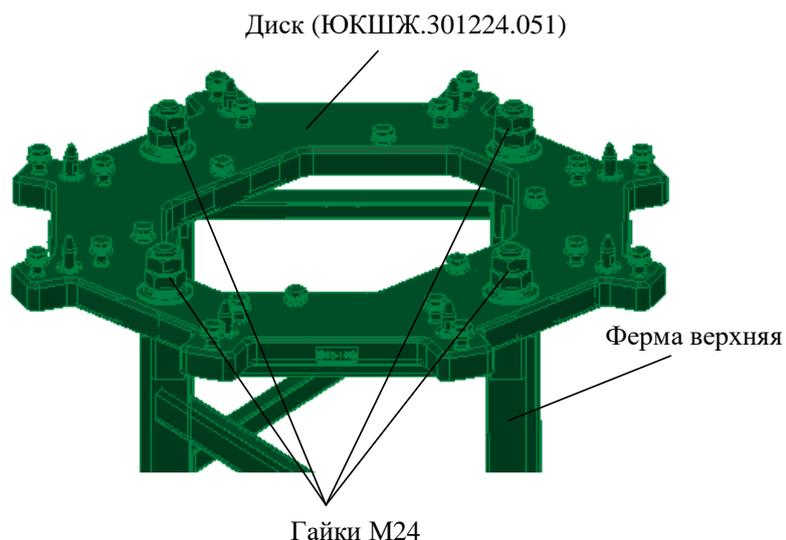

Рис. 8.7. Крепление диска (ЮКШЖ.301224.051) на верхнюю ферму
- устанавливается диск (ЮКШЖ.301224.051) (рис. 8.7) на верхнюю ферму. Шильдик на боковой поверхности диска с надписью «2-1» должен быть расположен со стороны проема каркаса подъемника мачты 1Л81-1, предназначенного для подъема и опускания типовых ферм. Подкладкой регулировочных шайб размером 56×31×1,5 мм обеспечивается плотное прилегание диска к верхней ферме. Закрепляется диск гайками М24 (работу проводят первый, второй, третий и четвертый номера расчета);